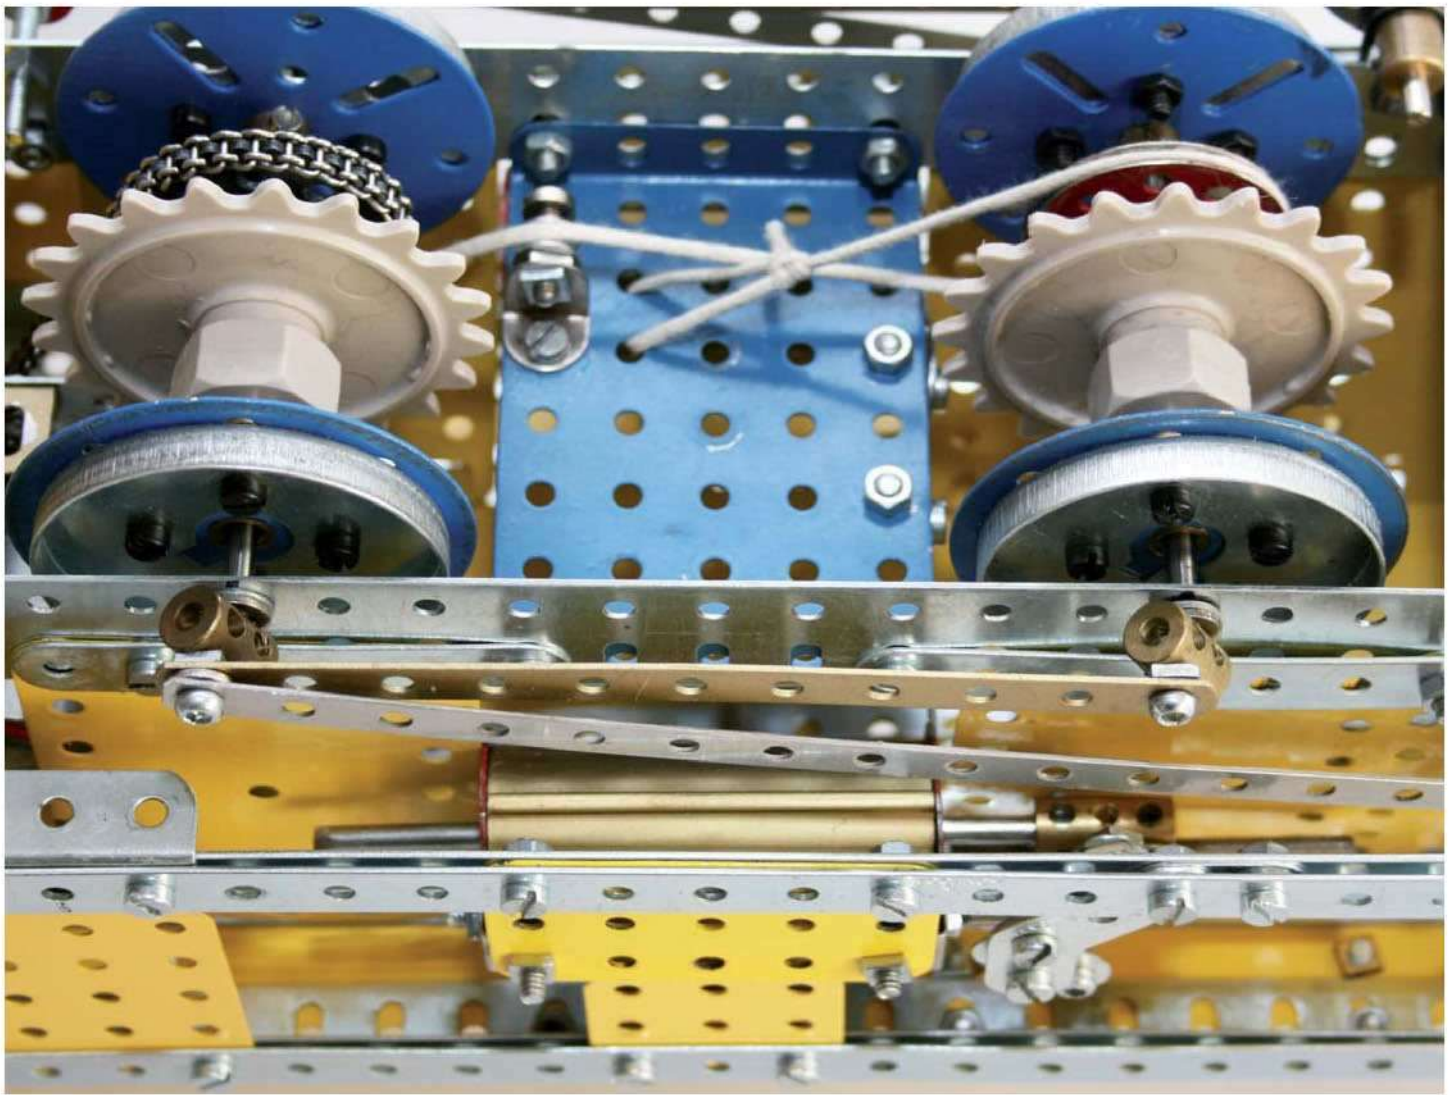

Figure 11
**ATTENTION** : il est obligatoire que le sens d'enroulement soit celui de la figure 11, sinon le frein est inopérant.
Le cordon sort presque horizontalement de la poulie, passe sur un boulon pivot (Figure 11) pour éviter la plaque bleue et va se fixer sur le bras du levier de freinage situé dans la cabine.